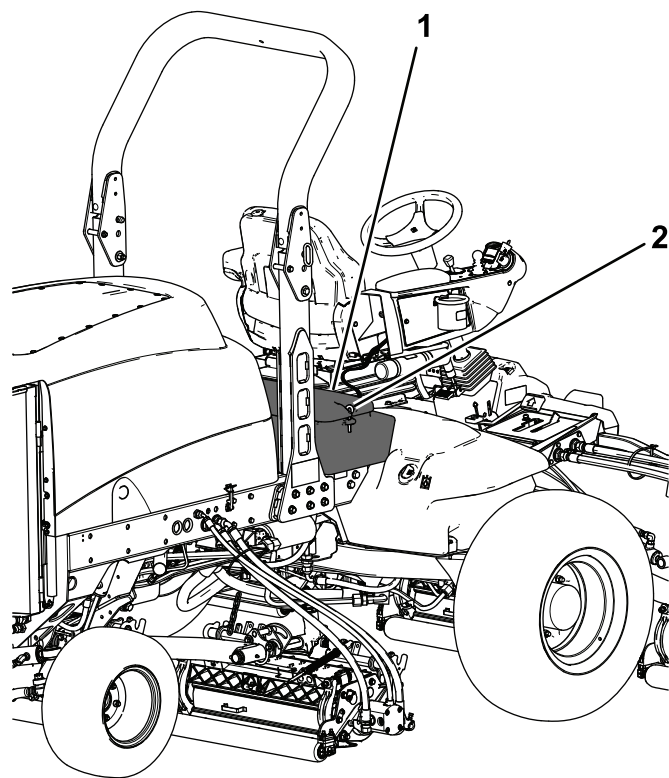

図 96
- 運転席のコンソールパネルのラッチを外して持ち上げる図 96。